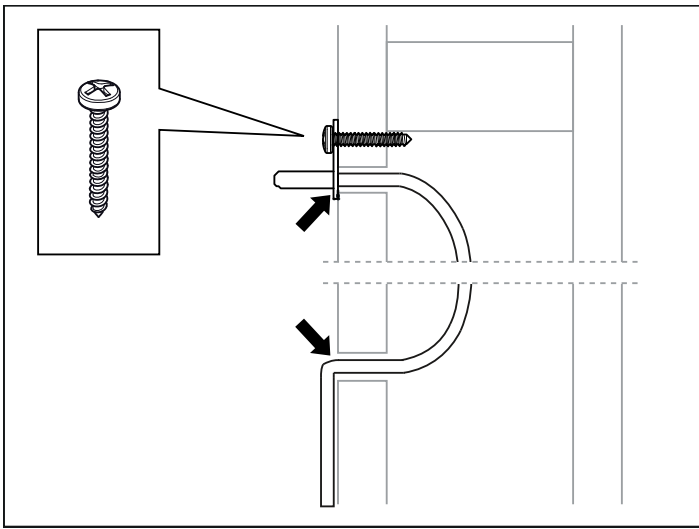

Rys. 13: Śruba zabezpieczająca wspornika
- Piec należy zablokować w miejscu za pomocą śruby zabezpieczającej, patrz rys. 13.